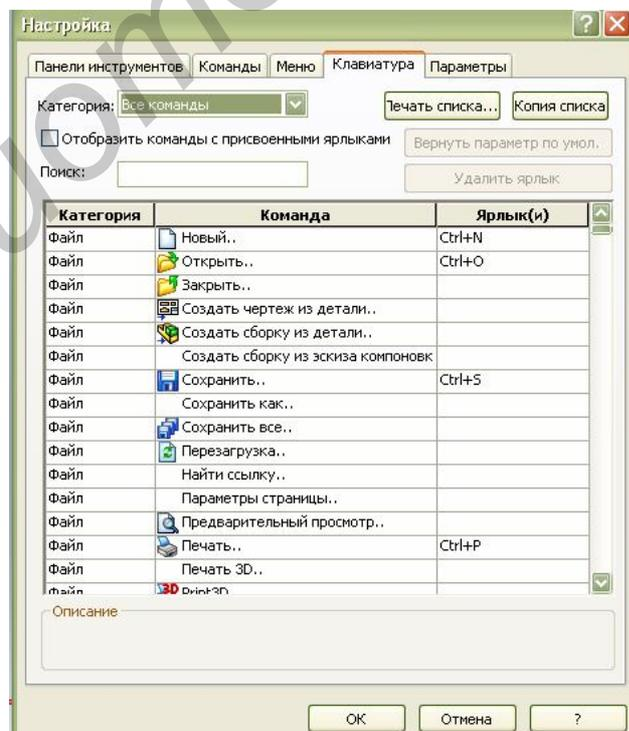

Рисунок 18 – Диалоговое окно Настройка/Клавиатура
5. Во вкладке **Keyboard** (Клавиатура) диалогового окна **Customize** (Настройка) выбрать **Tools** (Инструменты) из списка **Categories** (Категории) и **Relations** (Взаимосвязи) из списка **Commands** (Команды) (рисунок 18).